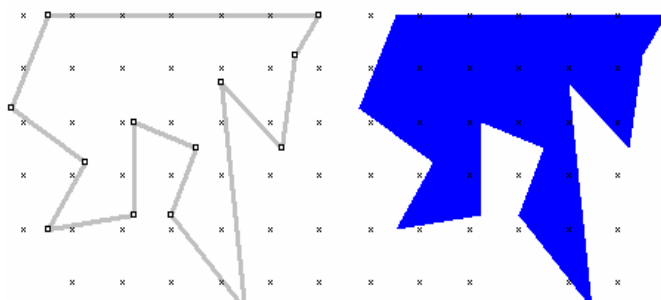

Figura 3.5. Comando Convert to Polygon
**Convert to Polygon:** convierte un grupo de entidades seleccionadas en un polígono sólido. Para la acción efectiva de este comando las entidades deben formar una figura cerrada es decir, el fin de una entidad debe ser el inicio de otra y así hasta cerrarla, tal como se observa en la Figura 3.5.